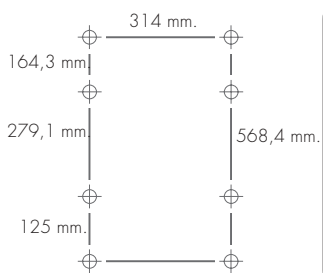

fig. 1
2.1. Marque los centros de todos los agujeros. (ver fig. 1)